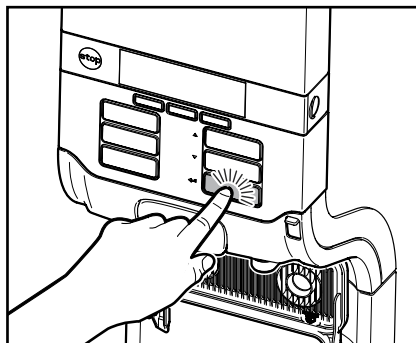

Fig. 46
4. Tryk på enter-knappen ←, for at bekræfte indsætningen af rensetabletten (fig. 46).